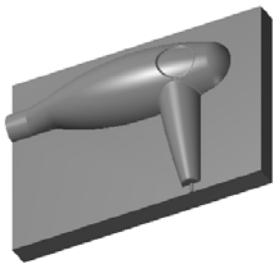

图 11.13.2 零件模型
Step2. 转换文件类型。选择下拉菜单 文件(F) → 保存(S) 命令, 系统弹出“另存为”对话框。接受系统默认的文件名 BLOWER_MOLD.MCX-7, 单击 按钮完成文件类型的转换。
Step3. 进入加工环境。选择下拉菜单 机床类型(M) → 铣床(M) → 默认(D) 命令, 系统进入加工环境, 此时零件模型如图 11.13.2 所示。